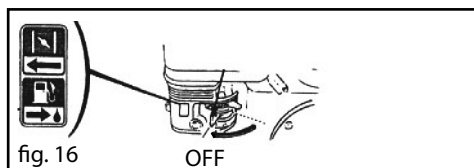

fig. 16
- Portare l'interruttore del carburante in posizione "OFF" (Fig. 16).